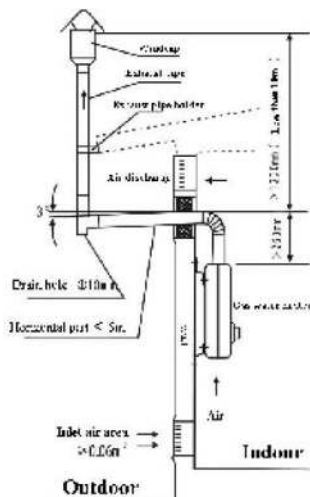

Abbildung 10
- 2) Das Abgasrohr sollte hochtemperaturbeständig (über 200 °C) und rostfrei sein (Abb. 10).